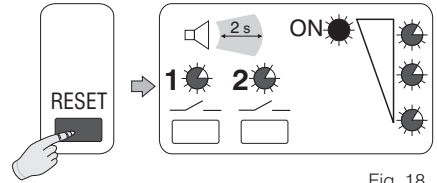

Fig. 18
- Presionar brevemente la **tecla “RESET”**: al soltarla todos los **LED** se encienden y se oye una **señal acústica**; el **LED ON** permanece encendido (fig. 18).